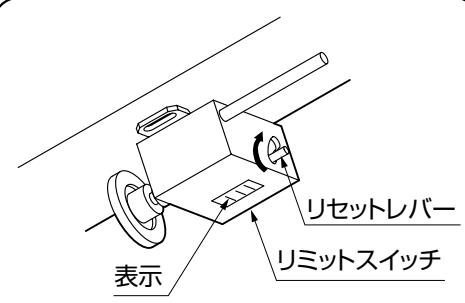

図14-1
- ⑤電動用シャフトの開閉機下側にあるリミットスイッチのリセットレバーを、リセット矢印の方向に回し、表示(薄いグリーンの線)を[|][|][|]にしてください。(図14-1参照)